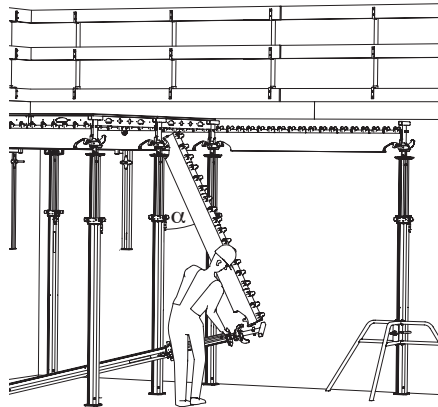

Fig. A4.12
1. Agganciare la trave SLT 225 (2) alla testa a caduta.
2. Agganciare il puntello con testa a caduta alla trave longitudinale. (Fig. A4.12)